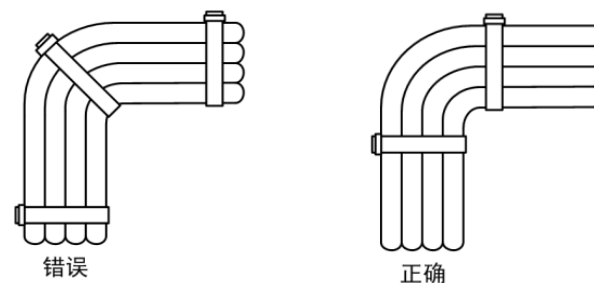

图6-4 弯头处的线缆绑扎
4. 绑扎在转角两侧。如图6-4所示，绑扎转弯的线缆束时，扎带应绑扎在转角两侧，以避免在线缆转弯处用力过大造成断芯的故障。